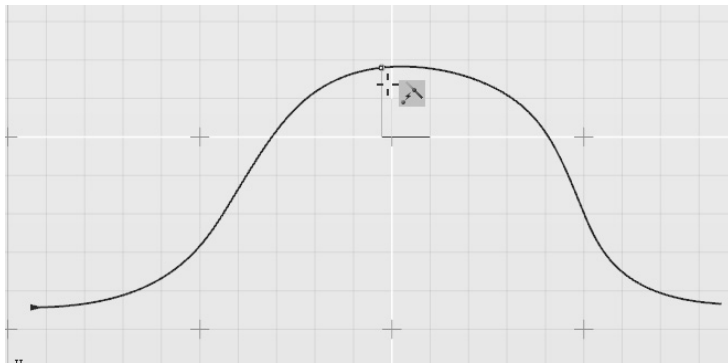

图 2-37 捕捉中点
- 捕捉中点工具：可以使用快捷键〈Alt〉临时激活。捕捉中点工具可以作用于直线、曲线以及曲面边，如图 2-37 所示。